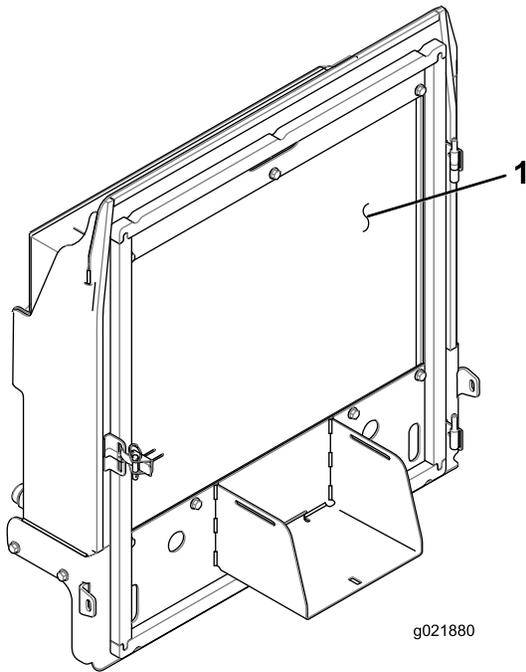

Figura 143
4. Pulite accuratamente entrambi i lati del radiatore/refrigeratore dell'olio con aria compressa (Figura 143).